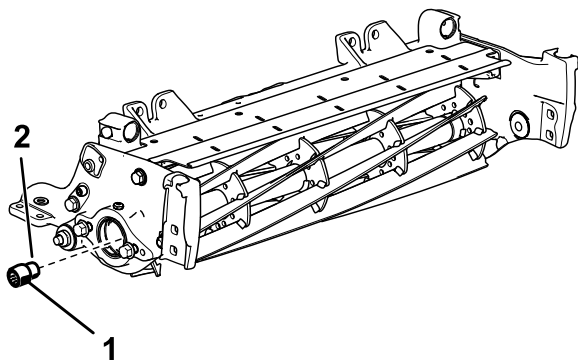

図 4
3. リールシャフトの両端についている既存のスプライン付きインサートを外す 5" リールには P/N TOR4112、7" リールには P/N TOR4074 を使用。図 4 を参照。